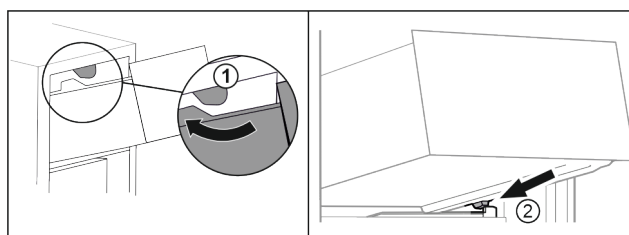

Fig. 69
- ▶ Før skuffen rundt de øvre stopperne. Fig. 69 (1)
- ▶ Sett skuffen på skrå bak de nederste stopperne på beholderribben. Fig. 69 (2)